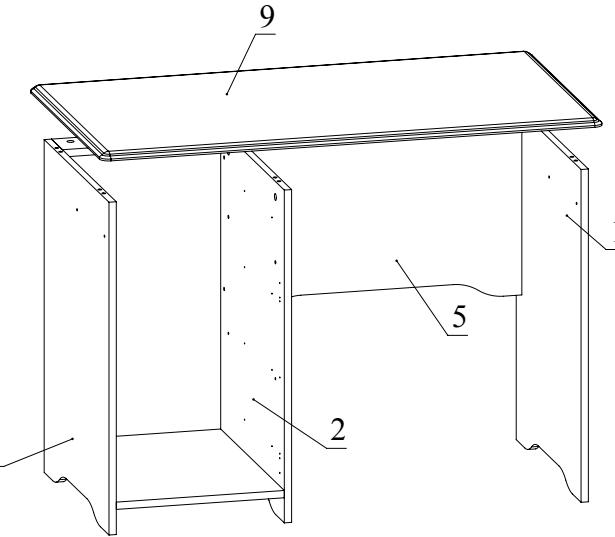

Рис.6
- Установите деталь 9 на детали 1, 2, 3, 5 и зафиксируйте, повернув головки минификс по часовой стрелке до упора (Рис. 6).